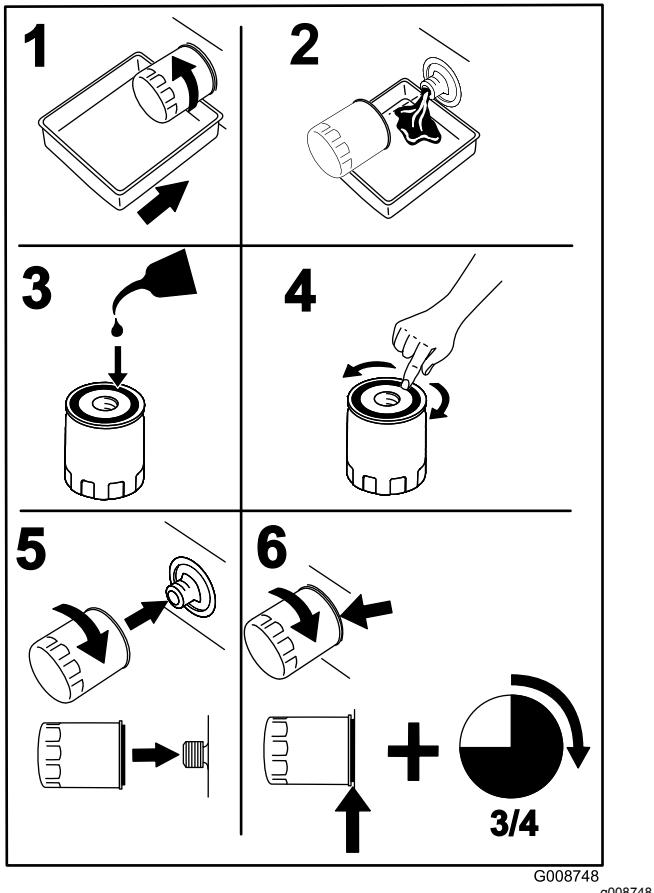

Bild 41
4. Stellen Sie ein Auffangwanne unter den Ölfilter und drehen ihn nach links, um ihn abzunehmen (Bild 41).